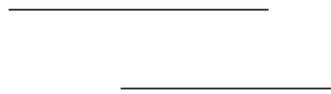

Рисунок 4.3
**Задание 1.** Создайте два горизонтальных вала (рисунок 4.3)